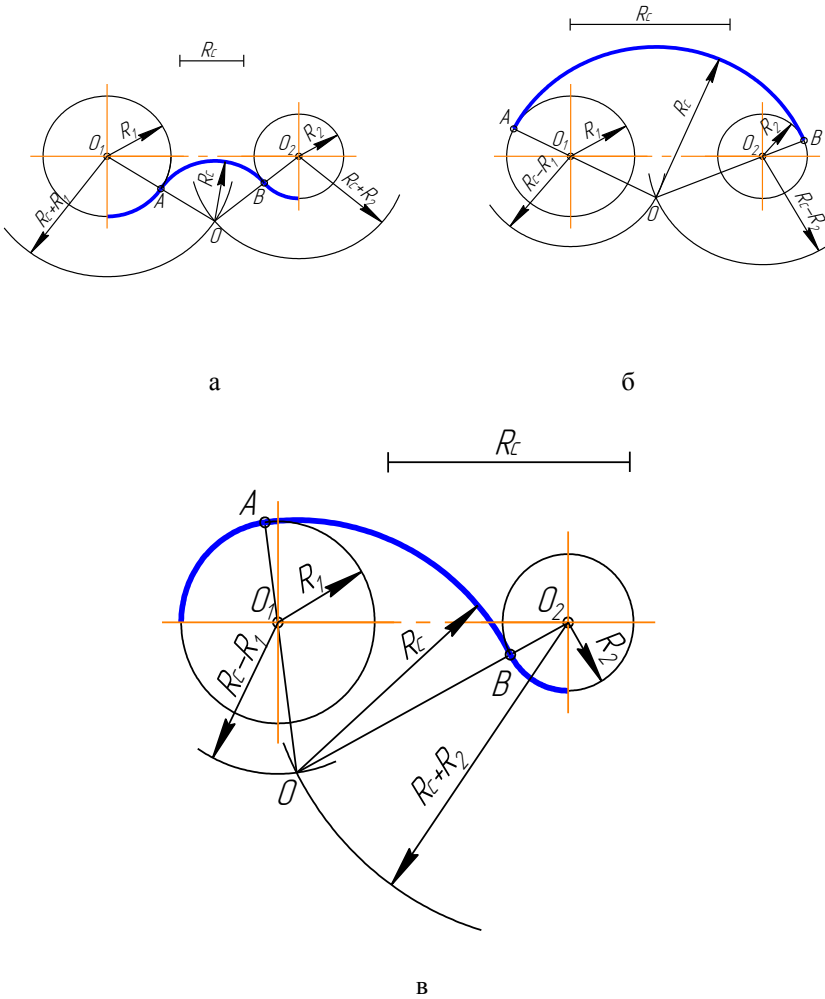

Рисунок 3.12 – Построение сопряжения двух дуг:
***Пример 1.*** Заданные окружности находятся с внешней стороны сопрягающей дуги (внешнее сопряжение), (рисунок 3.12).